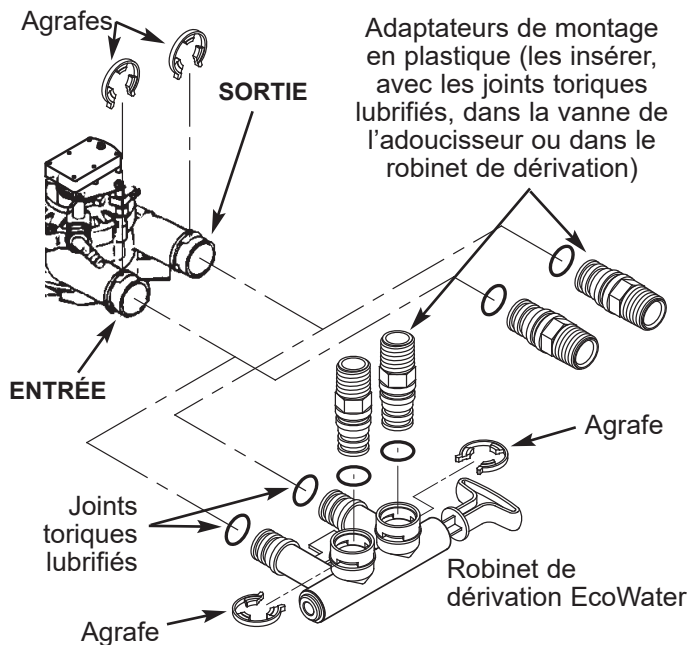

FIG. 7
- Pose d'un robinet de dérivation simple : placez les joints toriques lubrifiés dans le robinet de dérivation, puis insérez-le dans les orifices d'entrée et de sortie de la vanne (cf. Figure 7).
- Pose de trois robinets de dérivation : placez un joint torique lubrifié dans chaque adaptateur en plastique de mise en place; insérez un adaptateur dans l'orifice d'entrée, puis l'autre dans l'orifice de sortie de la vanne (cf. Figure 7).